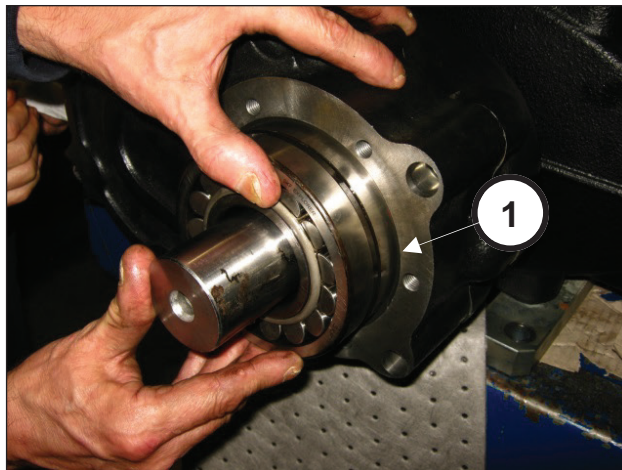

Fig. 74
Introducir el cojinete 60x130x46 en el piñón (pos. ①, Fig. 74).